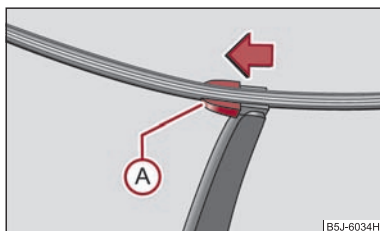

Fig. 48 Lamea ștergătorului lunetei
- Ridicați brațul ștergătorului de pe lunetă și poziționați lamela astfel încât să formeze un unghi drept cu brațul ștergătorului ⇒ fig. 48.
- Cu cealaltă mână deblocați siguranța (A) în sensul săgeții și scoateți lamela.